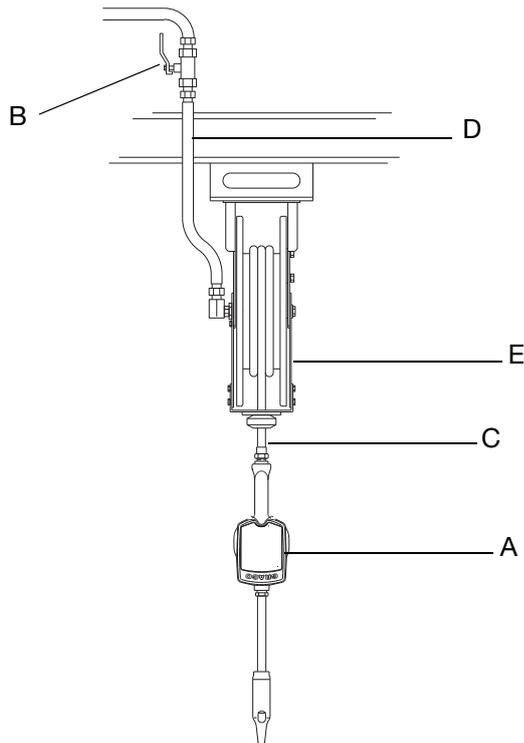

FIG. 1
L'installation illustrée à la FIG. 1 sert uniquement d'aide pour choisir et installer des composants du système. Contactez votre distributeur Graco qui vous aidera dans la conception d'un système.
3. Fermez la vanne d'arrêt (B) (FIG. 1, page 6).